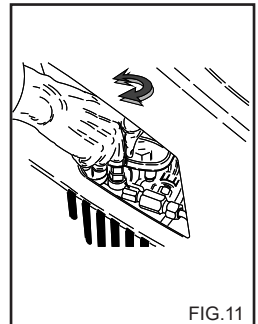

FIG. 11
Detta kapitel gäller endast modeller med "Tryckregulator". Tryckregulatorn, fig. 11, gör att arbetstrycket kan ställas in. Vrid knappen C moturs (B) (lägsta) för att minska arbetstrycket.